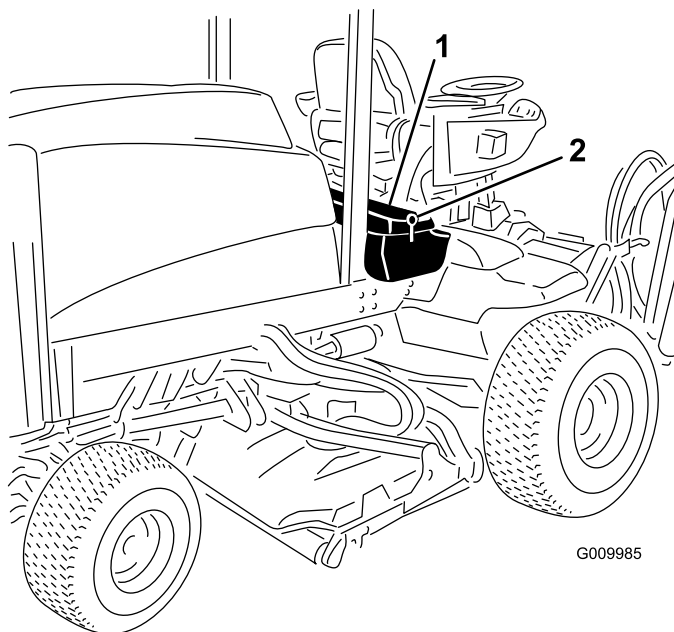

Figura 1
1. Desbloqueie e eleve o painel da consola do operador (Figura 1).